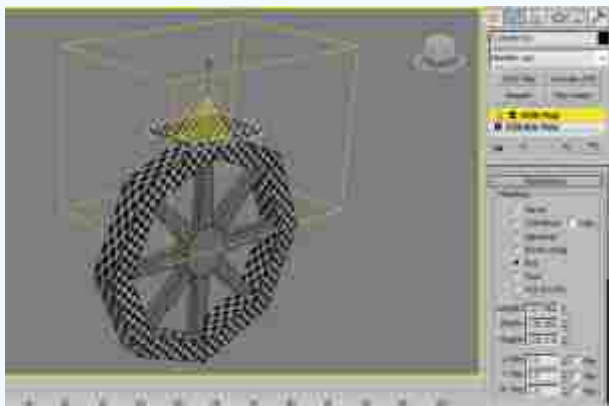
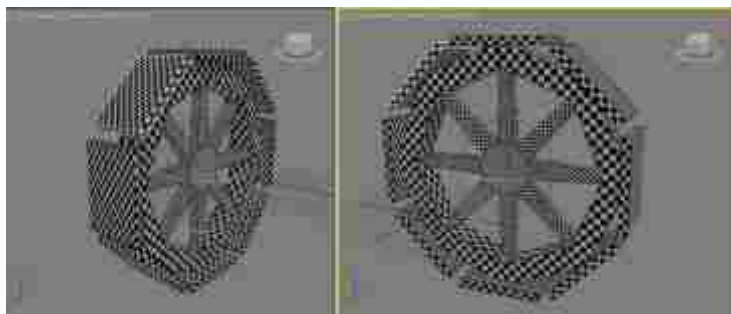

图2-58 外围车轮防护轮模型的UV编辑
图2-59 外围防护轮整体UV编辑效果
(7) 对车轮外围防护轮的模型进行UV坐标编辑，同理编辑完成其中的一个坐标，再执行旋转复制的思路，如图2-58所示。执行修改器中的“UVW展开”命令，然后进入“UVW展开”的“顶点”层级，单击  (自由形式模式) 按钮对UV的点进行局部调整，让UV最大限度地不拉伸，如图2-59所示。